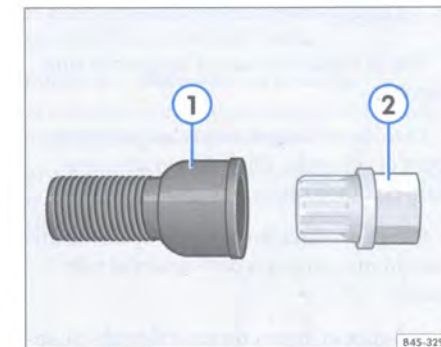

Fig. 133 Tornillo antirrobo y adaptador
- Inserte el adaptador ⇒ fig. 133 ② en el tornillo antirrobo ① hasta encastrarlo totalmente.